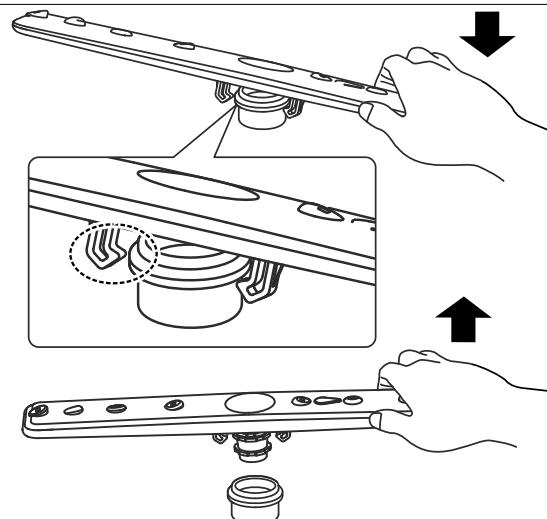

Fig. 22 – Retrait du bras gicleur
- ▶ Retirez les bras gicleurs (1 et 2) à l'intérieur de l'appareil (voir Fig. 22) pour les nettoyer. Retirez à chaque fois le bras gicleur de sa fixation.